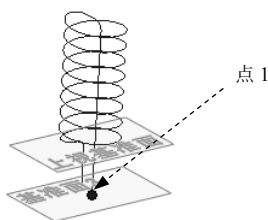

图 6.13.15 基准面 3
Step9. 创建如图 6.13.15 所示的基准面 3。选择下拉菜单 **插入(I)** → **参考几何体(G)** → **基准面(P)...** 命令, 系统弹出“基准面”对话框; 选取上视基准面和如图 6.13.15 所示的点 1 作为基准面 3 的参考实体; 单击该对话框中的 ☒ 按钮, 完成基准面 3 的创建。